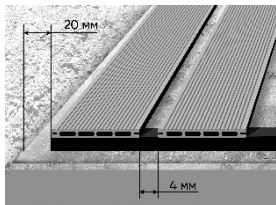
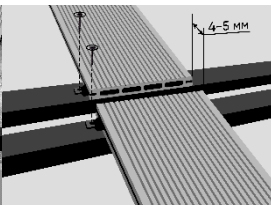

Рисунок 5
Рисунок 6
- На каждый конец доски предусмотрите одну опорную лагу (рис.5);
- Учитывайте линейное термическое расширение композитного материала – 4–5 мм на 1 погонный метр доски. Оставляйте компенсационные зазоры между торцами и боковинами террасных досок – минимум 4–5мм (рис.5, рис.6);